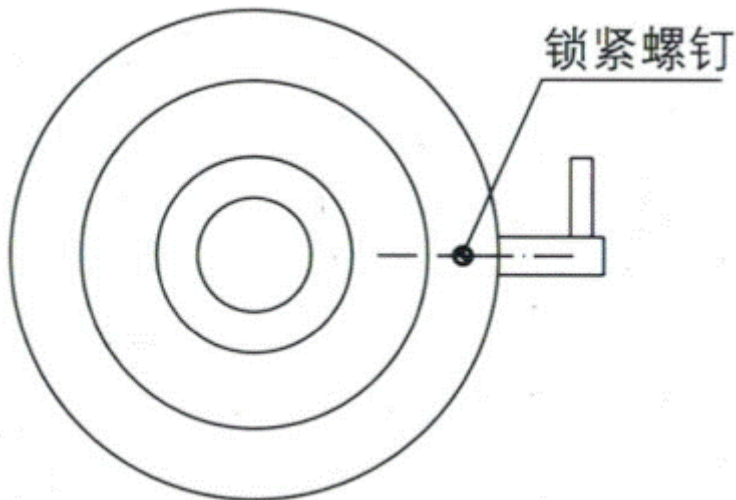

图 5 多齿分度台底面图
1、对于在弘测公司新购置的立式多齿分度台，首先应将下齿盘底面之锁紧螺钉（图 5）取下，然后安置于基座（平板）上即可使用。